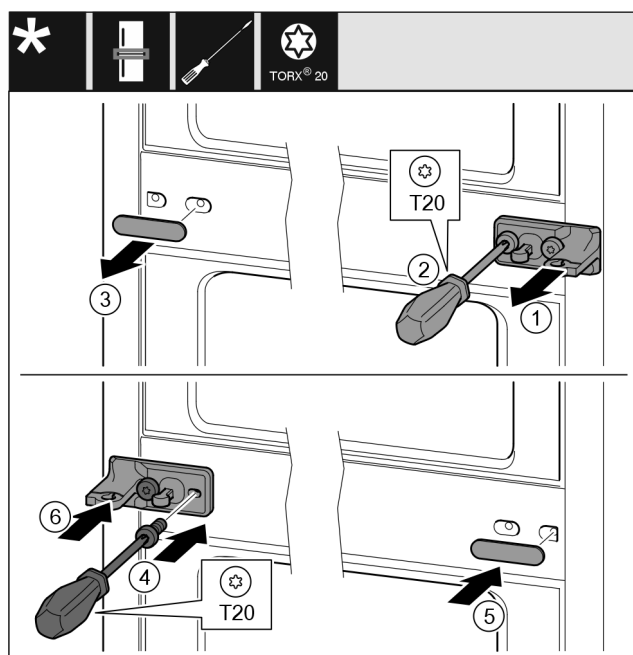

Fig. 43
- Retirer la rondelle Fig. 43 (1).
- Retirer les vis Fig. 43 (2) avec un tournevis.
- Retirer le cache Fig. 43 (3) avec précaution.
- Visser fermement le support de palier avec film Fig. 43 (4) tourné de 180° de l'autre côté.
- Installer le cache Fig. 43 (5) tourné de 180° de l'autre côté.
- Insérer la rondelle Fig. 43 (6).